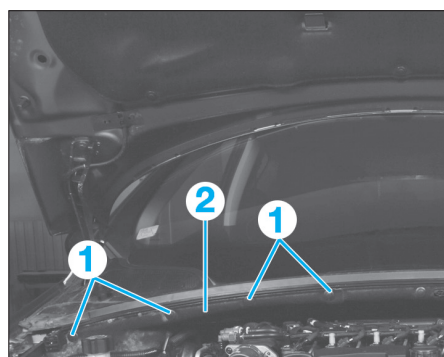

Fig. 1
- les agrafes (1) (Fig.1),
- la garniture (2),